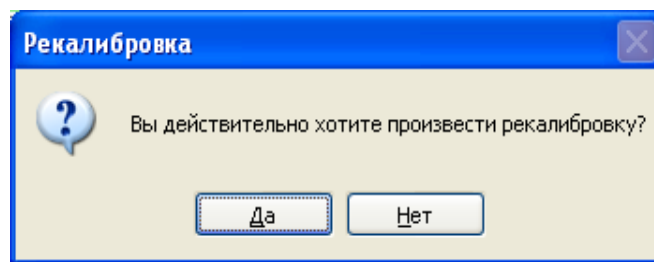
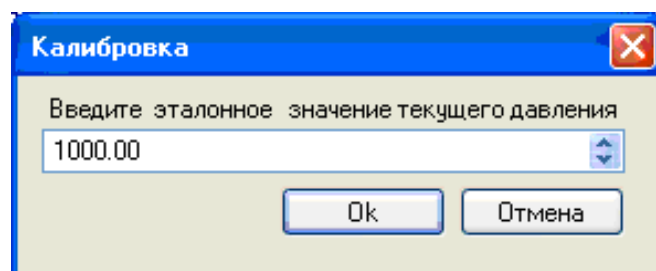

Рисунок 4.84 – Запрос на изменение калибровочной информации
Рисунок 4.85 – Ввод давления эталона
- после установления (стабилизации) показаний нажать кнопку «Рекалибровка». В программе появляется окно с предупреждением (см. Рисунок 4.84), ответив на запрос утвердительно (нажав кнопку «Да»), в программе появляется окно ввода давления эталона (см. Рисунок 4.85);